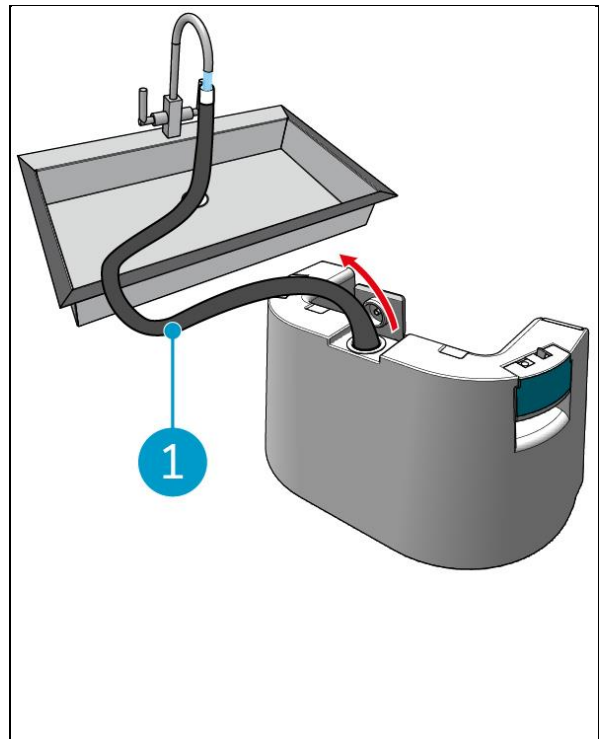

Abbildung 15
4. Ziehen Sie den schwarzen Füllschlauch heraus (Abbildung 15, Pos. 1).
5. Füllen Sie den Reinwassertank vollständig mit sauberem Wasser, siehe Abbildung 15.